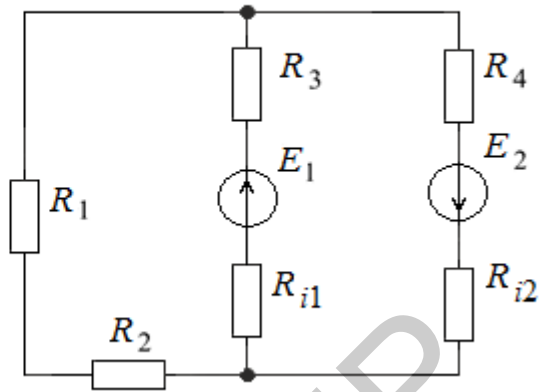

Рис. 107
40. В электрической схеме (рис. 107) $E_1 = 70 \text{ В}$; $R_{i1} = 0,5 \text{ Ом}$; $E_2 = 120 \text{ В}$; $R_{i2} = 0,6 \text{ Ом}$; $R_1 = 12 \text{ Ом}$; $R_2 = 28 \text{ Ом}$; $R_3 = 26,5 \text{ Ом}$; $R_4 = 9,4 \text{ Ом}$. Методом наложения определить токи в ветвях схемы.